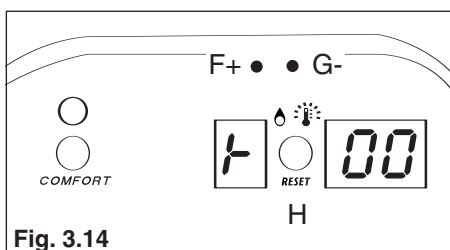
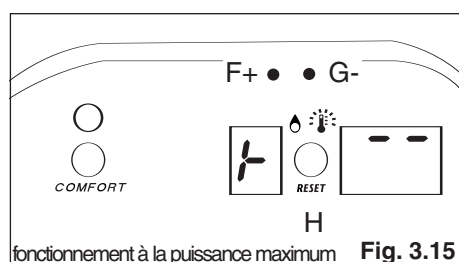

Fig. 3.14
Fig. 3.15
La carte électronique permet de pousser l'appareil à sa puissance maximum ou minimum. Quand vous activez la fonction test, l'écran de droite affiche -- (voir Fig. 3.14). Pour sélectionner le fonctionnement à la puissance maximum, appuyez sur la touche de programmation + "F", l'écran de droite affichera deux tirets en haut (voir Fig. 3.15). Pour désactiver cette fonction, appuyez sur la touche de reset "H" pour quitter le menu réglages.
- appuyez sur la touche Confort "K" la chaudière est poussée automatiquement à sa puissance maximum (fonction ramonage), l'écran de droite affiche deux tirets dans le haut (voir Fig. 3.15). Pour désactiver cette fonction appuyez sur la touche reset "H".
fonctionnement à la puissance maximum Fig. 3.15